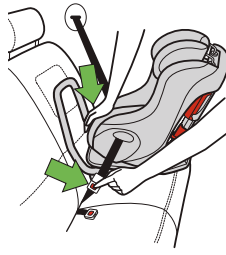

Figura 66
- Si se presiona el centro del asiento de seguridad se reduce la tensión del cinturón del vehículo, lo cual facilita desabrochar el mismo, como se muestra en la **figura 66**.